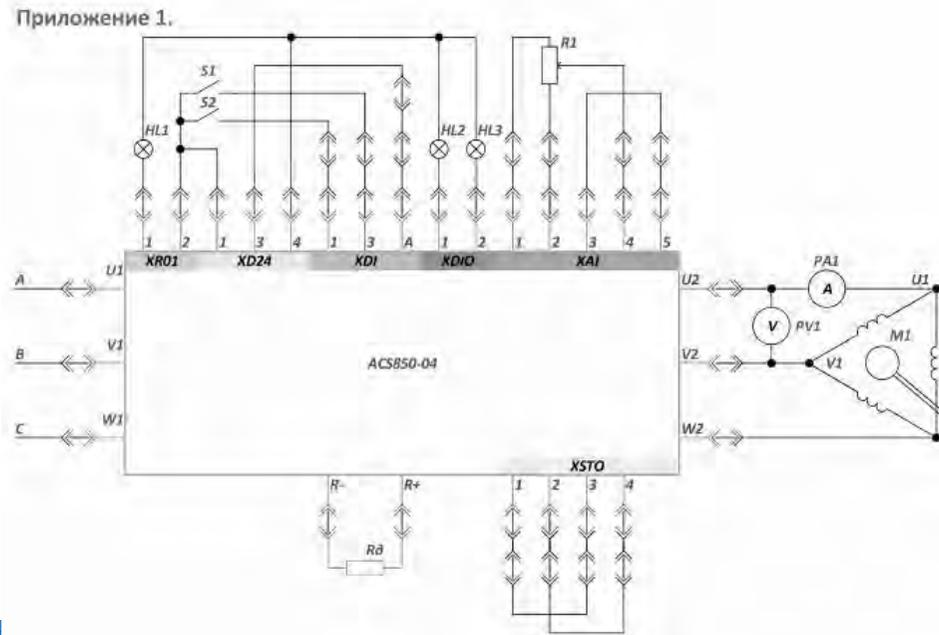

Рисунок 3 – Схема электрическая принципиальная.
помощью широтно- импульсной модуляции (ШИМ) преобразует выпрямленное напряжение ($U_{\text{выпр.}}$) в импульсное ($U_{\text{и}}$). ШИМ - это импульсный способ задания аналогового сигнала, где сигнал представляется в виде импульсов. Управляя IGBT транзисторами, их включением и выключением, получим импульсное напряжение положительной и отрицательной полярности. Если изменять их скважность (отношение длительности периода к длительности импульса), то можно изменять площадь импульсов, а значит и среднее значение напряжения на выходе. Таким образом получаем псевдосинусоидальную форму выходного напряжения $U_{\text{и}}$, фильтр (4) – сглаживает высшие гармоники, используется редко, поскольку частота выходных импульсов ШИМ достигает нескольких кГц, и обмотки двигателя вследствие их высокой индуктивности работают как фильтр. В результате, на выходе схемы преобразователя частоты формируется переменное напряжение, с изменяемой амплитудой и частотой ($U_{\text{вых}} = \text{var}$, $f_{\text{вых}} = \text{var}$). Теперь рассмотрим более подробно схему подключения двигателя к частотному преобразователю на примере ACS850-04 (приложение 1, рисунок 3). В данной схеме все входы и выходы сконфигурированы под стандартный заводской макрос частотного преобразователя, в котором назначения элементов следующее: S1 – тумблер пуска в прямом направлении S2 – тумблер пуска в обратном направлении R1 – Задание скорости 1